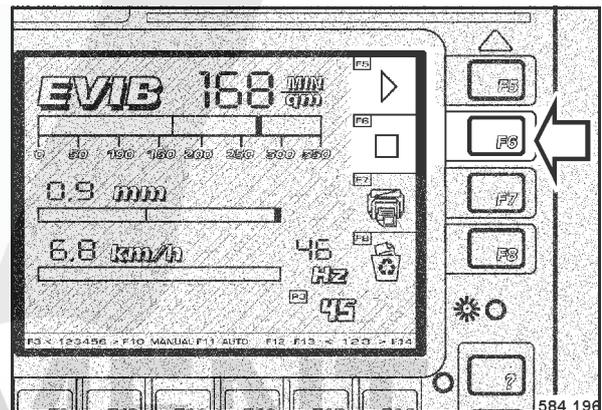

fig. 143
- Lors du passage de la fin de la piste, repère 2, appuyer sur la touche F6 "STOP" (fig. 143).